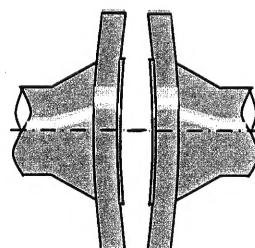

図6 フランジの変形
- ・ フランジが変形していると、正確な締付面圧がかけられず漏れの原因となりますのでフランジを交換するか、修正して下さい。（図6参照）